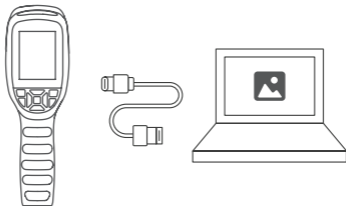

Abbildung 4.1.1
2. Verbinden Sie TC004 SE mit dem mitgelieferten USB-Kabel an Ihren Computer (siehe Abbildung 4.1.1).